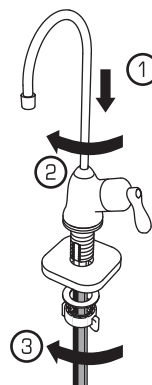

Рис. 24
2. Вставьте носик крана в корпус крана ① и закрутите зажимную гайку носика ②. **Открутите** гайку-барашек и снимите металлическую шайбу. Резиновая прокладка должна остаться на корпусе крана ③ (рис. 24).